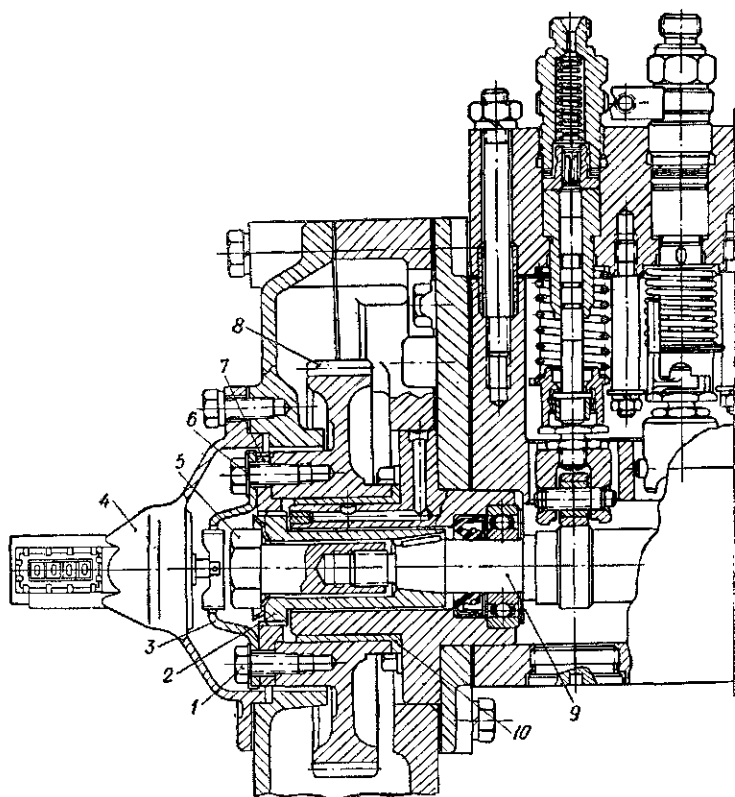

Рис. 21. Установка топливного насоса:
2) устанавливают шлицевую втулку на насосе так, чтобы ее шлицы совпали со шлицами фланца на шестерне; фланец и втулка имеет по одному пропущенному шлицу, что позволяет соединять их только в определенном положении (рис. 21);
Если угол начала подачи топлива будет отличаться от требуемого, нужно изменить положение шлицевого фланца относительно шестерни. Для этого нужно отогнуть концы замковых шайб 6 (рис. 21) и вывинтить два болта 1. Если надо уменьшить угол начала подачи топлива, то есть получить более поздний впрыск, необходимо повернуть фланец против часовой стрелки. Если надо увеличить угол начала подачи топлива, то есть получить более ранний впрыск, то фланец поворачивают по часовой стрелке. Если фланец повернуть до совпадения следующего отверстия с ближайшим отверстием в ступице шестерни, то угол изменится на 3° поворота коленчатого вала.
На крышке картера распределительных шестерен справа (если смотреть на двигатель спереди) установлен счетчик моточасов СЧ-103 (рис. 21).